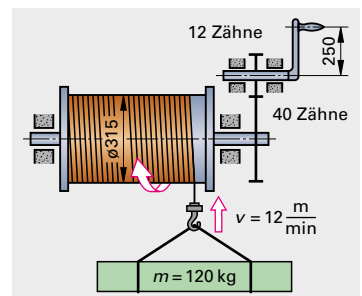

Bild 5: Seilwinde
5. **Seilwinde (Bild 5).** Die Trommel einer Seilwinde wird mit einer Kurbel über ein Zahnradpaar angetrieben. Die Last mit der Masse  $m = 120 \text{ kg}$  soll mit der Geschwindigkeit  $v = 12 \text{ m/min}$  gehoben werden. Wie groß sind